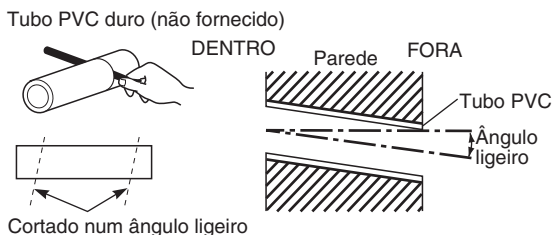

Fig. 3-21
- Meça a espessura da parede de dentro para fora, e corte o tubo PVC em um pequeno ângulo para ajustamento. Insira o tubo PVC na parede. (Fig. 3-21)